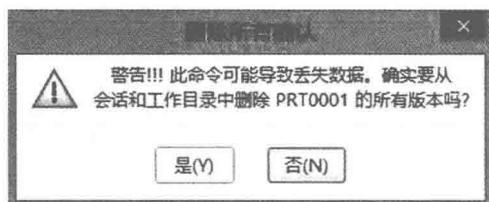

图 1-10 “删除所有确认”对话框
①选择菜单栏中“文件”下拉菜单中的“删除”命令中的“所有版本”选项，系统将弹出如图 1-10 所示“删除所有确认”对话框；
②单击“是”按钮，则删除当前零件的所有版本文件。